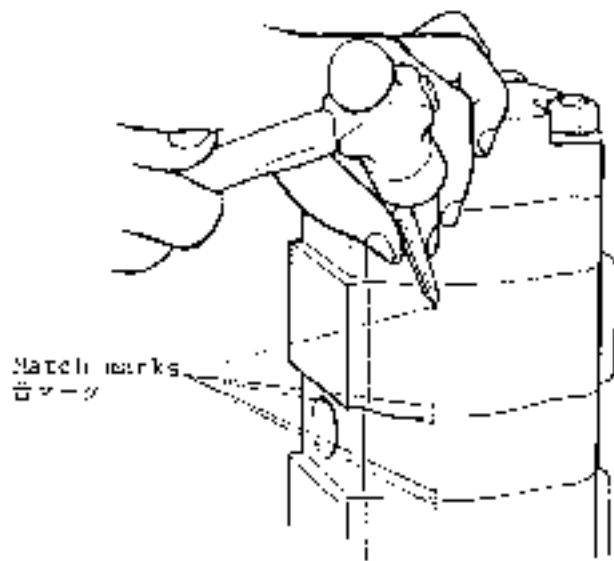

Fig. 7
2. Punch match marks in each section to facilitate correct reassembly. (Fig. 7)
2. 正しく組み立てが行なえる様に各セクションにホンチで刻印しておく。(Fig. 7)